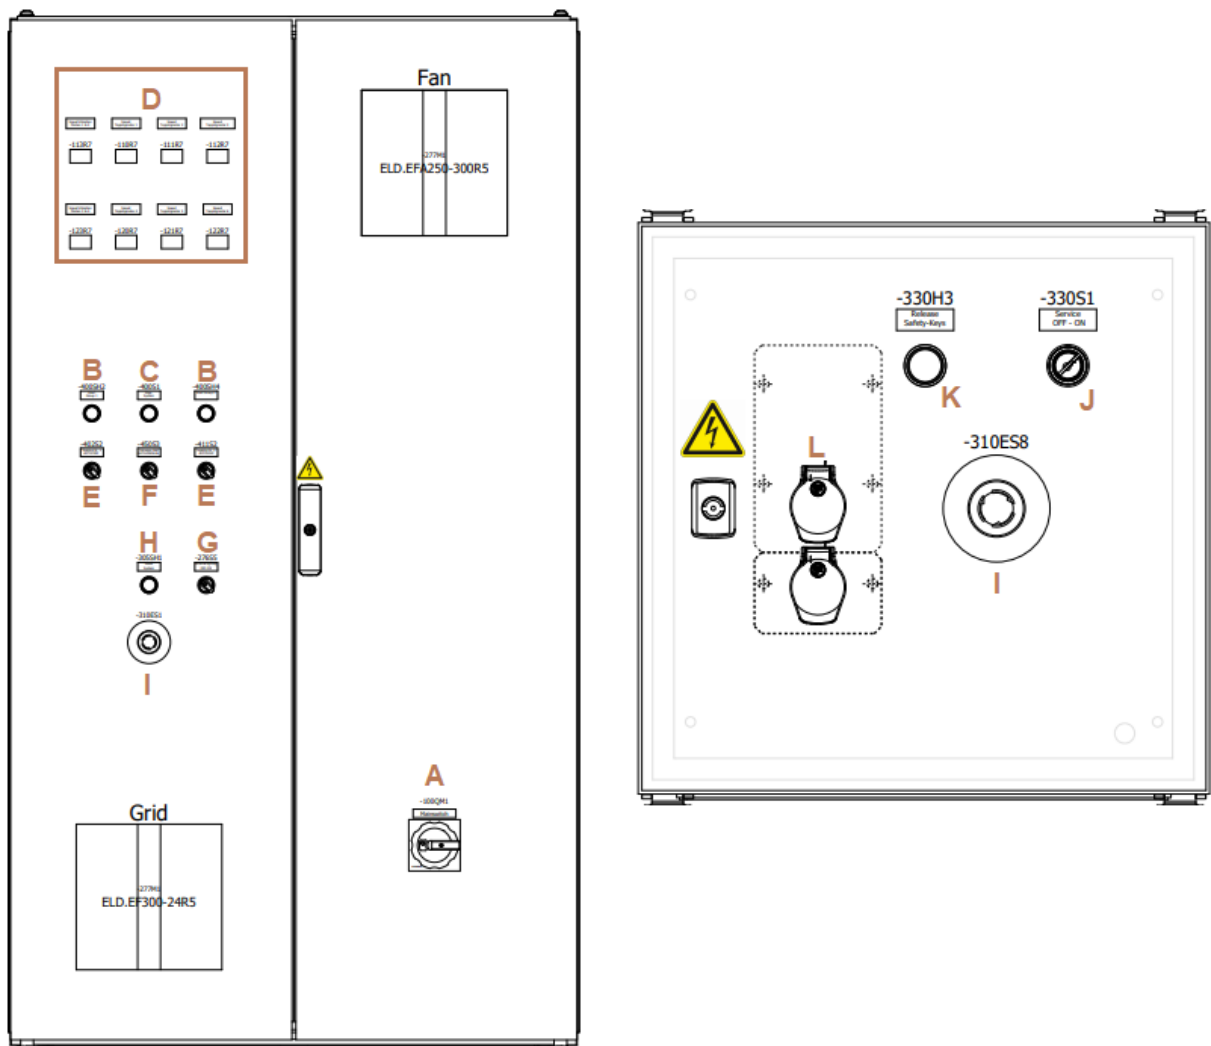

Figure 7. Panneau de configuration AS25
Voir figure 7.
Pour démarrer la machine, procédez comme suit (voir figure 7) :
2. Appuyez sur « arrêt système » (interrupteur C, figure 7). Tenez compte du temps de rotation des lames. Des opérations ultérieures sont possibles après 30 à 60 secondes pour des raisons de sécurité.